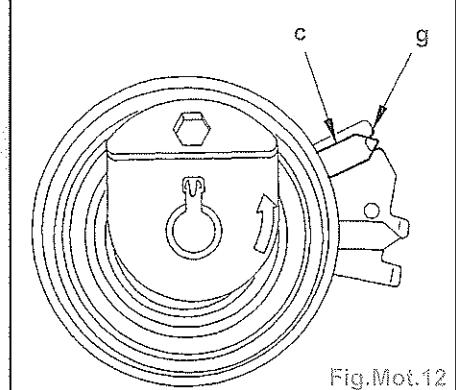
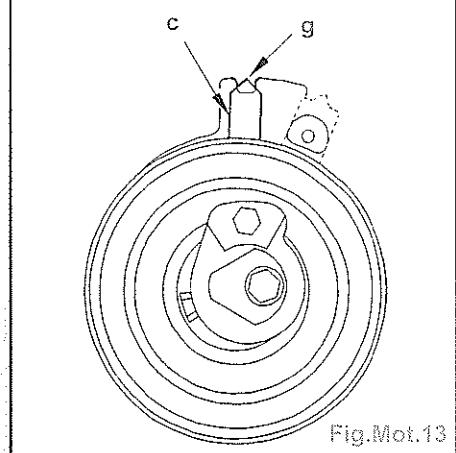

Fig.Mot.12
Fig.Mot.13
- Amener l'index (c) à sa position de réglage (g) (Fig.Mot.12 pour les moteurs TU1JP et TU3JP) et (Fig.Mot.13 pour le moteur TU5JP4).